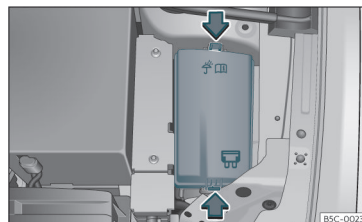

Abb. 48 Im Motorraum: Abdeckung des Sicherungskasten.
- Drücken Sie die Verriegelungslaschen, um die Abdeckung des Sicherungskastens zu entriegeln»» **Abb. 48**.